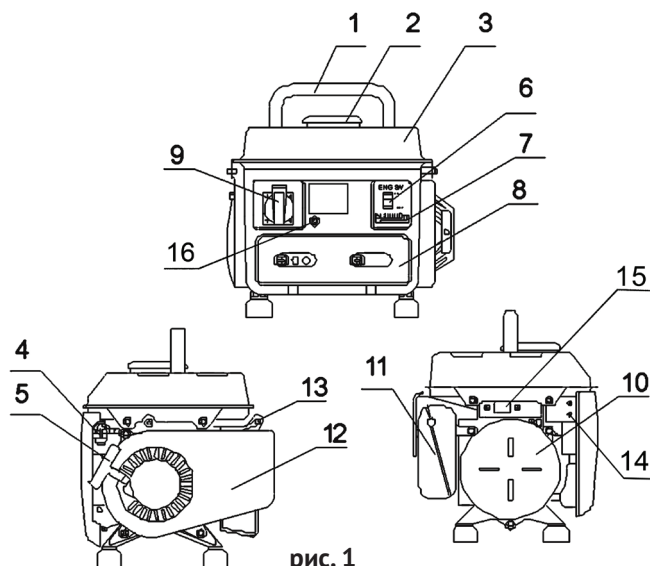

рис. 1
менного тока (рис.1 поз.9); через выпрямительный блок на розетку постоянного тока (рис.1 поз.15).
2.4 Общий вид бензогенератора представлен на рис.1
3.1 Переносной автономный бензогенератор относится к классу генераторных установок переменного тока, с приводом от двигателя внутреннего сгорания общего назначения. Механическая энергия, выработанная бензиновым двигателем (рис.1 поз.12) внутреннего сгорания, преобразуется генератором (рис.1 поз.10) в электрическую энергию со стандартными характеристиками сети переменного тока: напряжение – 230 В, частота – 50 Гц. От неё питаются бытовые приборы при отсутствии стационарной электросети. Кроме того генератор преобразует энергию в сеть постоянного тока (12 В), которая используется для зарядки автомобильных (и других) аккумуляторов.
Электрическая сеть подключения потребителей относится к системе с изолированной нейтралью, предусматривающей защитное заземление открытых токопроводящих частей корпуса. В зависимости от местных условий (состав грунта, его влажность и т.п.) изменяется качество заземления. Во всех случаях защитное заземление должно иметь сопротивление не более 4-х Ом. Во время работы бензогенератора его клемма заземления (рис.1 поз.14) должна быть подсоединена к заземлителю. Практически это требование может быть реализовано следующими способами:
- перевести выключатель зажигания (рис.1 поз.6) в положение «ВКЛ.»;
- открыть топливный кран (рис.1 поз.4);
- перевести рычаг управления воздушной заслонкой (рис.1 поз.7) в крайнее левое положение «закрыто» при пуске холодного двигателя (для прогретого двигателя рычаг уста-
- резко, с усилием потяните рукоятку стартера (рис.1 поз.5) до упора, повторите действие ещё раз, если двигатель не завёлся.
После прогрева двигателя в течение 10-40 секунд (в зависимости от начальной температуры), перевести рычаг воздушной заслонки (рис.1 поз.7) в крайнее правое положение «открыто».
- перевести выключатель зажигания (рис.1 поз.6) в положение «ВЫКЛ.»;
- закрыть топливный кран (рис.1 поз.4).
- выход постоянного тока (рис.1 поз.15) можно использовать только для 12-ти вольтовых потребителей.
При перегрузке может сработать защита генератора. Проверьте суммарную мощность подключённого оборудования. Отключите лишнее. Включите автомат защиты, утопив кнопку (рис.1 поз.16) до фиксации.
Внимание! Все работы по техническому обслуживанию следует проводить при выключенном двигателе и отсоединённом колпачке высоковольтного провода свечи зажигания (рис.1 поз.13).